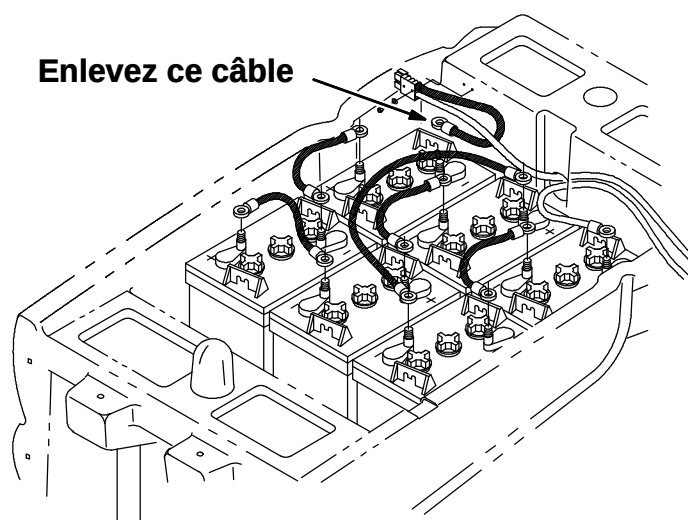

FIG. 1 - Déconnexion des câbles de batterie
(Voir FIG. 1, FIG. 2 et FIG. 3)
2. Déconnectez le câble de batterie négatif de la batterie la plus proche de l'arrière de la machine avant d'entretenir des composants électriques. (Voir FIG. 1)